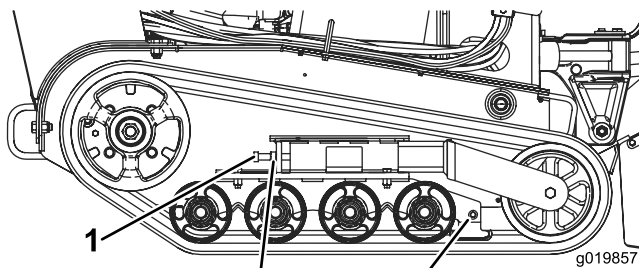

Bild 48
3. Lösen Sie die Klemmmutter an der Spurspannschraube (**Bild 48**)
4. Ziehen Sie die Spannschraube mit 32,5 bis 40,7 Nm fest, um die Kette zu spannen (**Bild 48**).
4. Lösen Sie die Spannschraube und Klemmmutter (**Bild 48**).